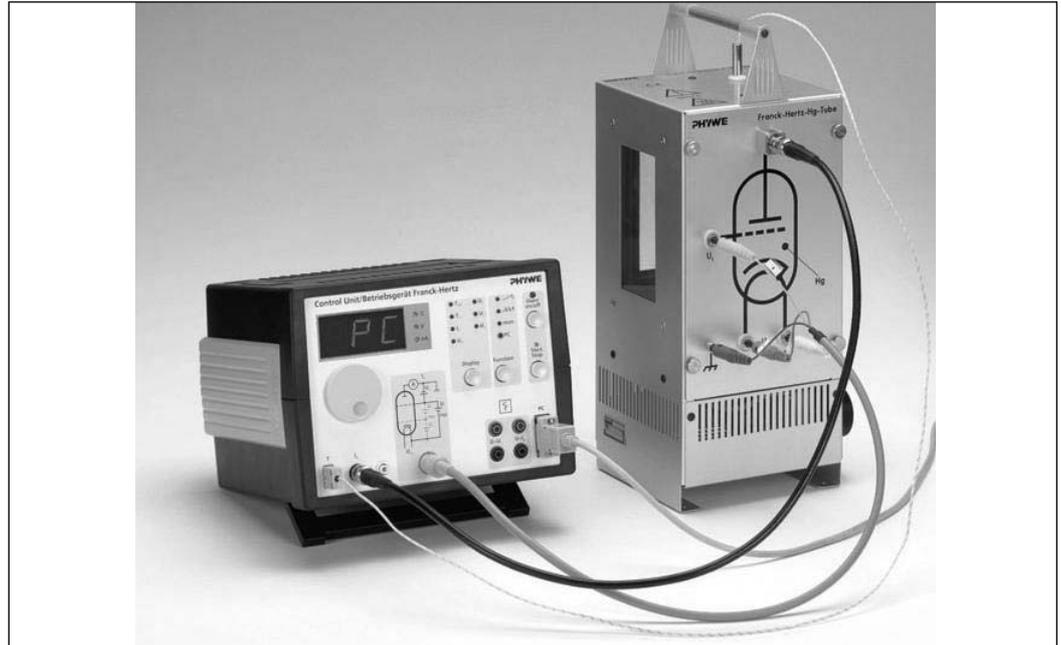

Abb.: 1 Franck-Hertz Experiment mit Hg-Röhre und Ofen
Die Hg- bzw. Ne-Röhre über 5-poliges Kabel und BNC-Kabel mit dem Betriebsgerät verbinden [Anschlüsse (9) und (11)]. Bei der Verbindung der Hg-Franck-Hertz Röhre ist darauf zu achten, dass die Beschriftungen der 4 mm-Stecker mit denen der Buchsen auf der Platte übereinstimmen (siehe Abb. 1). Für den Betrieb der Hg-Röhre ist zusätzlich ein Temperatursensor (12) anzuschließen. Die Fühlerspitze wird durch die Öffnung im Franck-Hertz Ofen geführt und in der Höhe der Röhren-Kathode positioniert. Des Weiteren ist der Ofen mittels der Anschlussleitung mit der Schukosteckdose auf der Rückseite des Betriebsgerätes zu verbinden. Hierbei ist zu beachten, dass die Anschlussspannung des Ofens mit der örtlichen Netzspannung übereinstimmt. **Der seitlich am Ofen befindliche Drehknopf ist auf Maximum zu stellen.** Hierdurch wird gewährleistet, dass der Bimetallschalter im Ofen erst bei sehr hohen Temperaturen aktiviert wird und den Ofen abschaltet, und somit den Regelprozess nicht stört. Zur Erfassung und Darstellung der Messwerte die Ausgänge (7) und (8) an einen xyt-Schreiber oder an einen Oszilloskop anschliessen. Für die Messung mit Hilfe eines Computers ist das Betriebsgerät über ein RS 232-Kabel mit der seriellen Schnittstelle zu verbinden (falls notwendig einen USB - RS 232 Adapter 14602.10 verwenden).